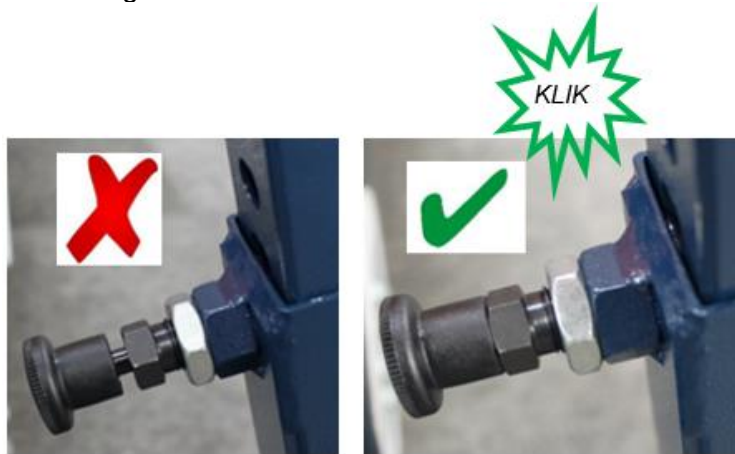

Fig. 8.5; Blokkeerstift VERKEERD en GOED gefixeerd in borggat
Ontgrendel de blokkeerstiften van de stempelstaanders (A). Verschuif de kokers verticaal naar beneden (B) tot de stempels op de ondergrond staan, controleer of de stempelvoeten in horizontale positie zijn gedraaid! Zorg dat beide stempels zijn uitgeschoven en de blokkeerstiften (C) volgens (Fig. 8.5) zijn gefixeerd in een borggat. De blokkeerstiften moet in de vergrendeling (borggat) schieten!